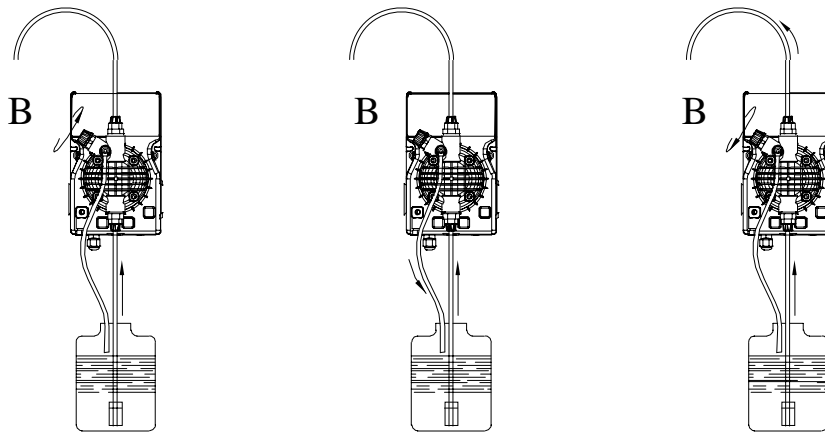

Bild 8
Verschließen sie die Schlauchnippel immer mit den Schutzkappen wenn sie die Pumpe von den Schläuchen trennen, um das Austreten von Flüssigkeiten zu vermeiden. Bevor sie die Pumpe in ihrer Anlage in Betrieb nehmen, ist es wichtig, die folgende Anleitung Bild 8 genau zu befolgen. Beim Entlüften der Pumpe ist darauf zu achten, dass ein Schlauch am Pumpenkopf angeschlossen ist, der die geförderte Flüssigkeit wieder in den Tank leitet. Das geöffnete Entlüftungsventil (B) am Pumpenkopf gibt einen kleinen Kreislauf frei, welcher der Pumpe das Ansaugen erleichtert. Ist dies geschehen, kann es wieder vorsichtig geschlossen werden. Vor der endgültigen Inbetriebnahme ist noch die Verlegung der Schläuche zu kontrollieren. Diese können sich durch die pulsartigen Hübe der Pumpe bewegen und dürfen nicht gegen andere Gegenstände schlagen. Versuchen sie beim Verlegen der Schläuche auf unnötige Schlaufen zu verzichten und die Schläuche so gerade wie möglich zu verlegen.